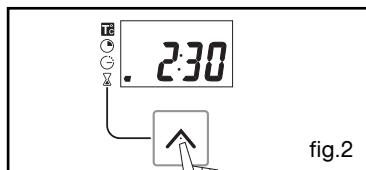

fig.2
- Prima a tecla “ \wedge ” para validar ou aguarde alguns segundos. (fig.2).